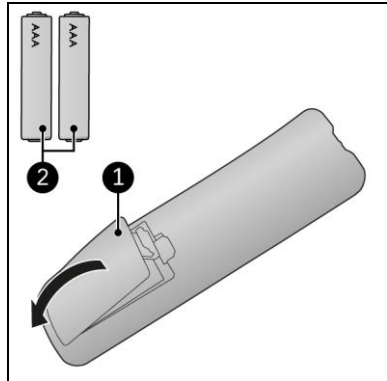

Figure 15
1. Retirez le couvercle du compartiment à piles (figure 15, pos. 1).
2. Insérez deux piles (AAA 1,5V) (figure 15, pos. 2) dans le compartiment à piles. Veillez à insérer les piles correctement.